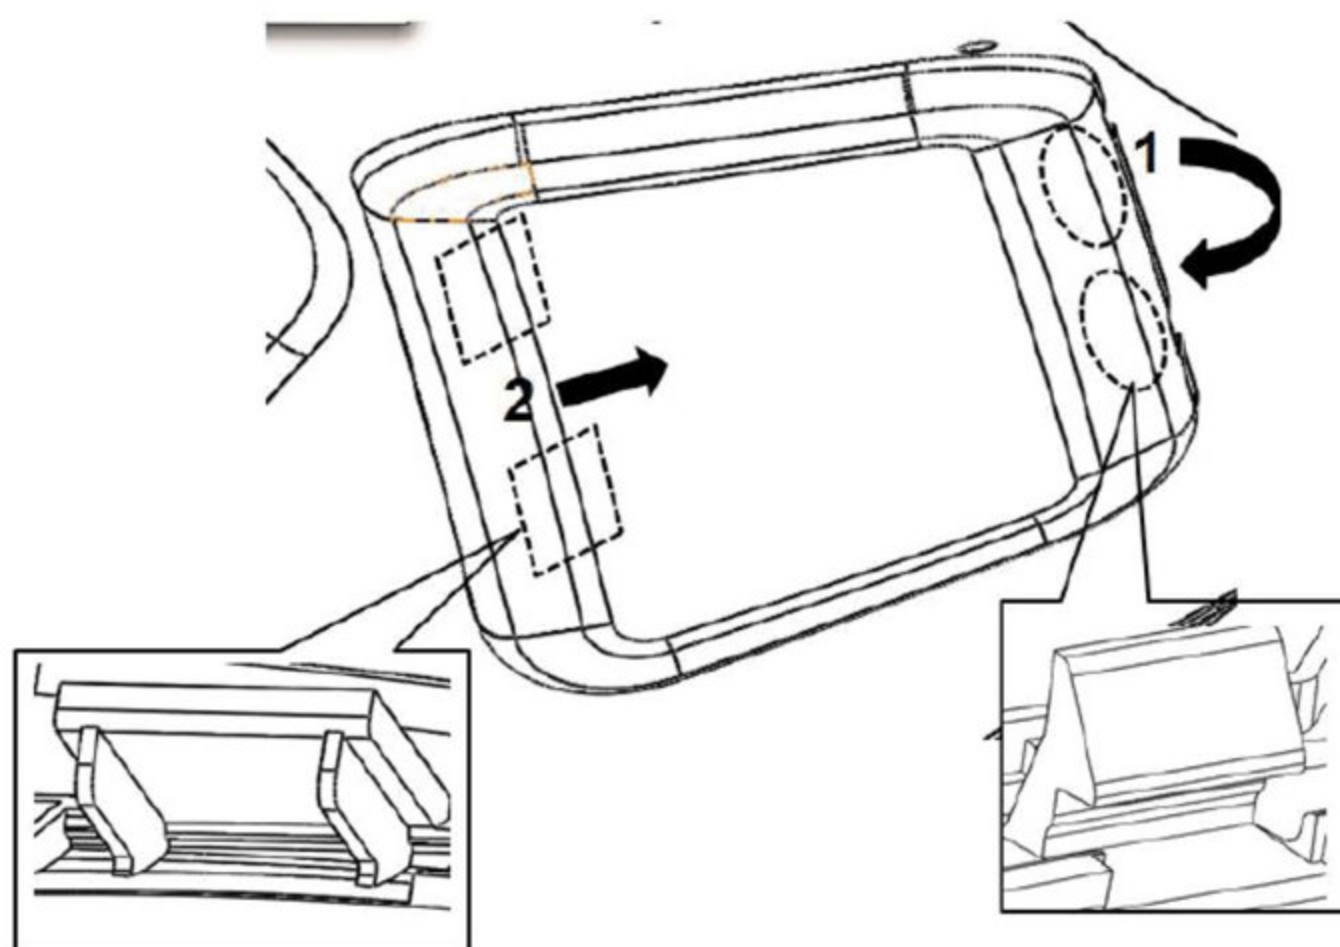

图 1.9.4 焊接口堵盖的拆卸
(1) 使用缠有保护胶带的一字螺丝刀撬起图 1.9.4 焊接口堵盖的拆卸所示的卡角处，小心向外撬起卡脚，共 2 处。
(2) 卡脚脱离钣金后，沿着箭头 2 方向，即可取下焊接口堵盖。
(3) 按照与拆卸相反的顺序进行安装：注意：拆时候小心刮伤焊接口堵盖。